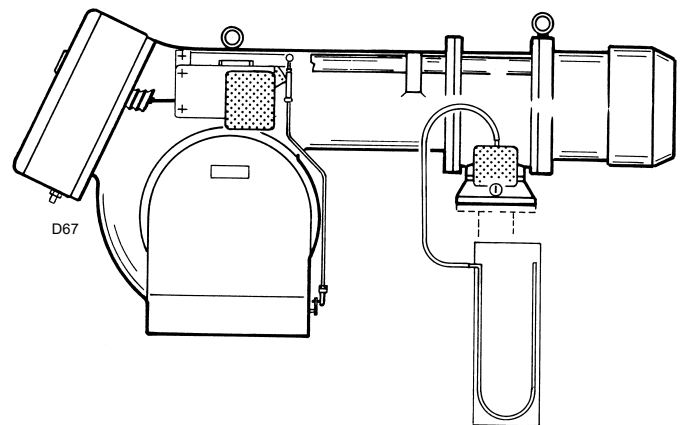

Fig. 21
- Instalar un manómetro de tubo en "U" (Fig. 21) en la toma de presión del gas del manguito.
La llegada de gas al manguito puede observarse en el manómetro en U (Fig. 21).